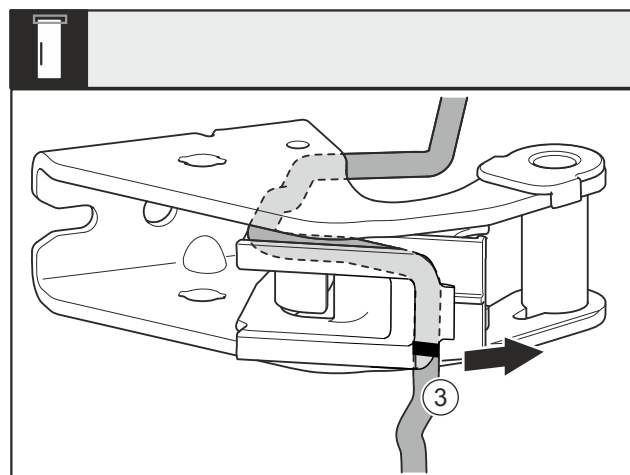

Fig. 28
- ▶ 从轴承座上拆下电缆及电缆支架 Fig. 28 (3)。